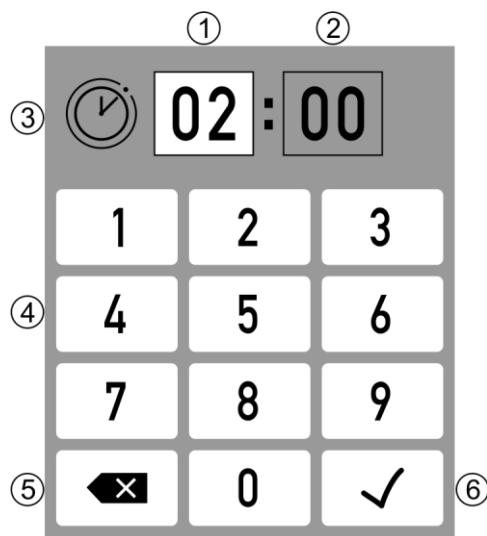

Abb. 5: Menü für Zeiteinstellungen
Das Menü Zeiteinstellungen wird für verschiedene Werte verwendet und kann mehrfach in der Menüführung vorkommen. Das aktuelle Untermenü wird an Position 3 (siehe Abb. 5) dargestellt.
1. Eines der Zeitfelder 1/2 (siehe Abb. 5) durch betätigen aktivieren.
2. Gewünschte Zeit über das Nummernfeld (4) eingeben.
3. Durch Betätigen mit der Enter Taste (6) wird der Wert gespeichert.